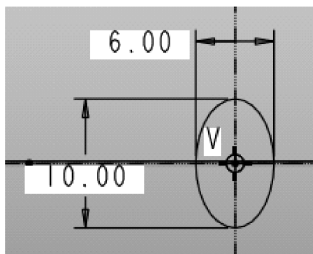

图 6-28 定义截面
(8) 在【属性】菜单中选择【自由端】|【完成】选项，系统自动进入定义扫描截面的状态。在图形区草绘椭圆作为扫描截面，其尺寸和约束如图 6-28 所示。